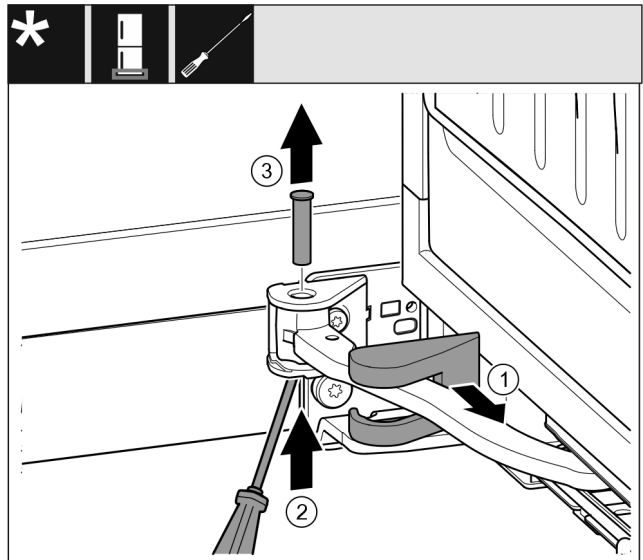

Fig. 15
- Hiqni kapakun mbulues të bazamentit mbështetës Fig. 15 (1) dhe zvendoseni përgjatë krahut të menteshës.
- Ngrini lart bulonin Fig. 15 (2) me një kaçavidë nga poshtë.
- Nxirrni jashtë bulonin Fig. 15 (3) nga lart.